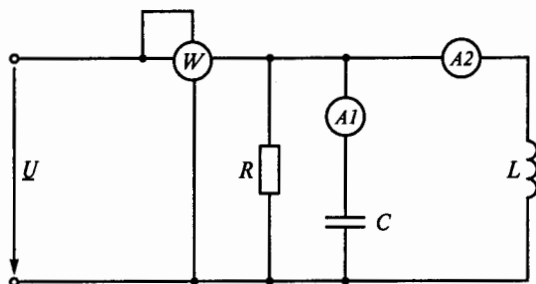

Рис. 121
**3.88.** Как изменятся показания приборов на рис. 121 при введении внутрь катушки ферромагнитного сердечника? (Указать неправильный ответ.)